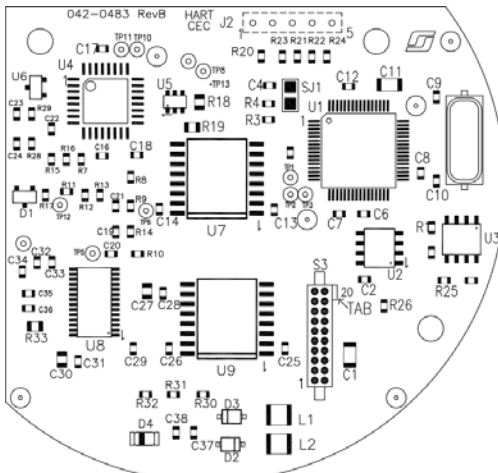

Figura 4-22: Conexão da PCI opcional de placas de expansão para comunicações (CEC)
1. Solte o parafuso de fixação e a tampa da carcaça, em seguida, puxe o conjunto PCI LCD/PCI CPU dos quatro (4) espaçadores.
2. Acople o conector fêmea de 20 pinos da PCI CEC (S3) ao conector macho de 20 pinos (P3) na PCI CPU (consulte Figura 4-22: Conexão da PCI opcional de placas de expansão para comunicações \(CEC\) para obter os detalhes).